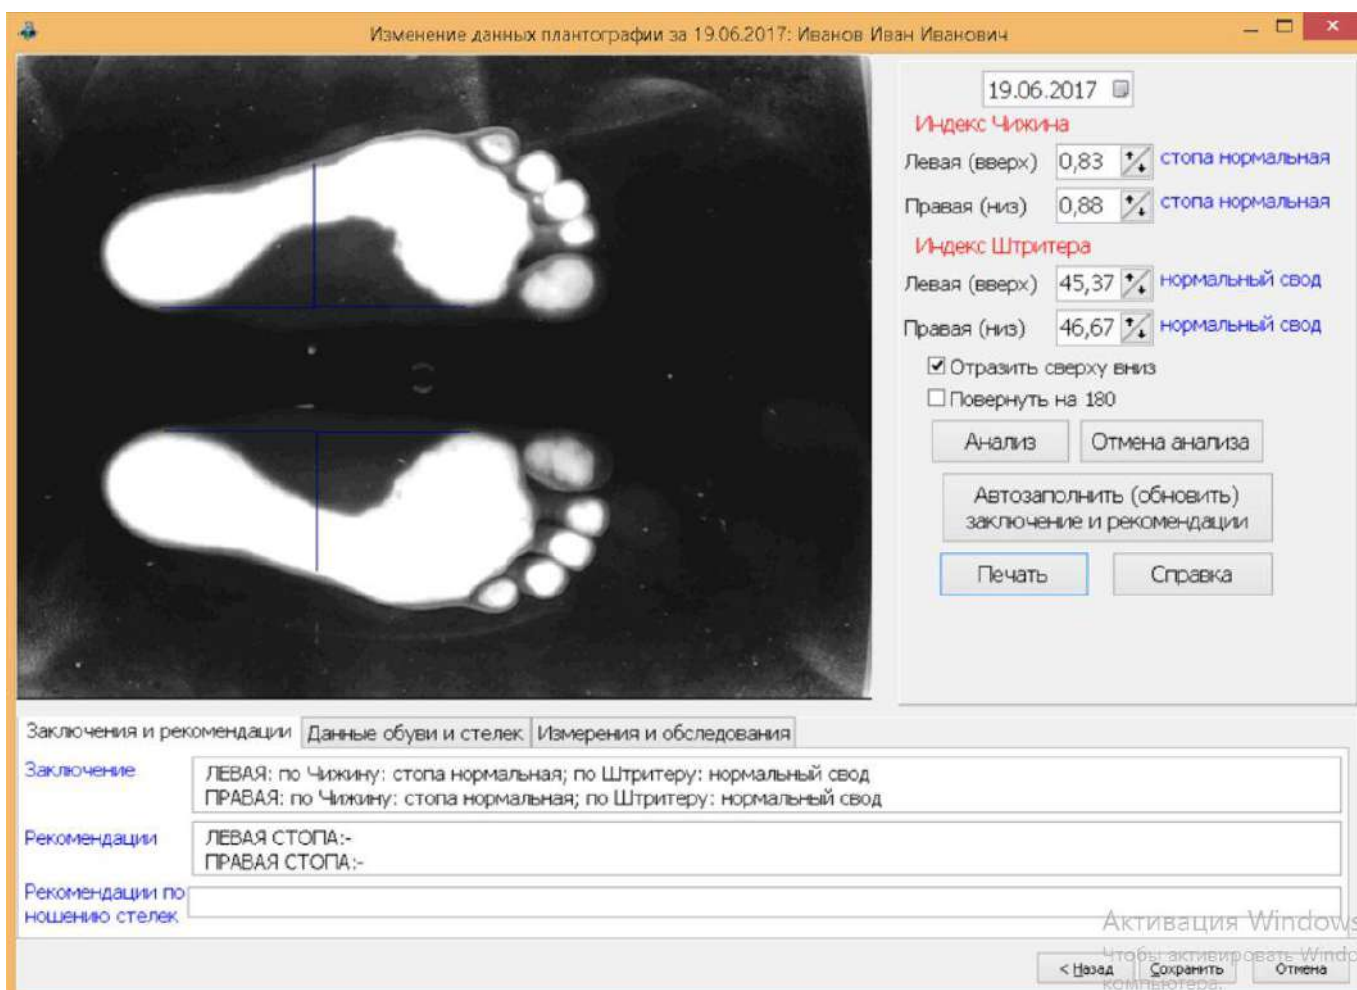

Рисунок 2. диалоговое окно снятия и анализа плантограммы.
- встать в центре площадки плантографа вдоль его длинной стороны (с равномерным упором на обе стопы – см. рисунок 2). **Примечание:** на экране монитора стопы должны отобразиться полностью (**на отображении правая нога должна быть вверху, пятки справа**). Если пятка слева сделать выбор в программе,
**Описание кнопок (см. рисунок 2):**
4.3 В диалоге по снятию и анализа плантограммы (см. Рисунок 2) имеется возможность калибровки экранной линейки.